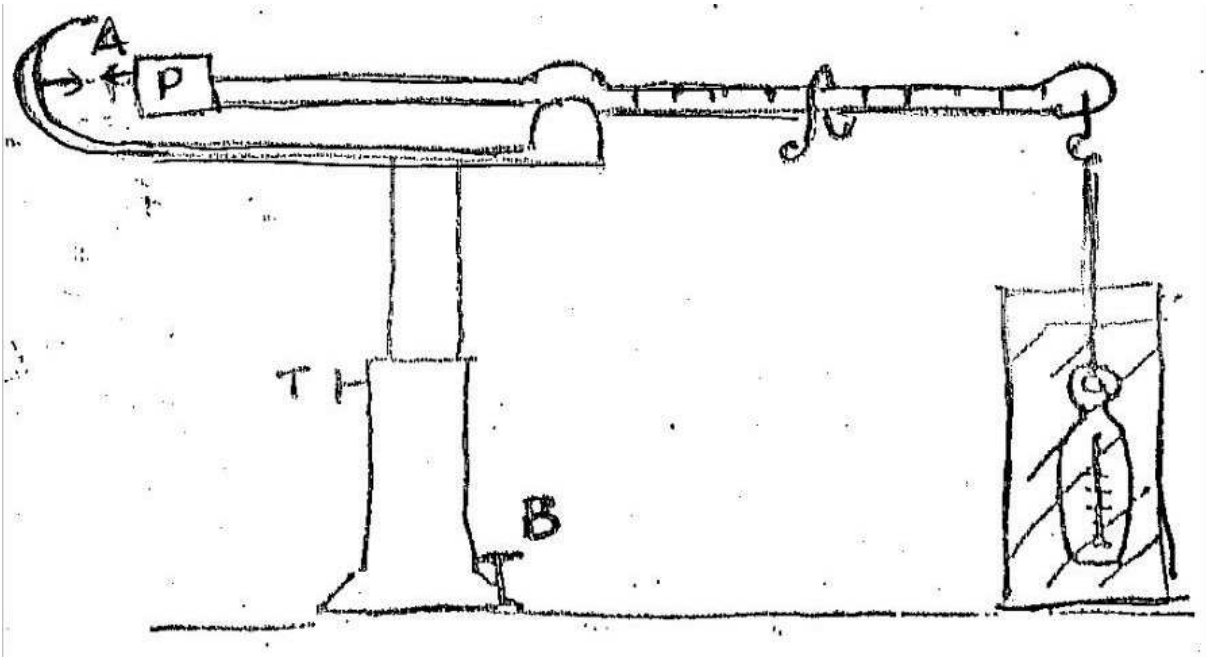

Figura 3: Esquema de la balanza de Mohr.
De esta manera, si utilizamos agua destilada como líquido 1, podremos obtener la densidad del líquido 2. Ver más detalles en el apéndice y figura 3.
Se trata de una balanza de brazos desiguales, que se utiliza para medir densidades de líquidos. El brazo corto termina en una masa compacta P (contrapeso, provista de una aguja que debe enfrentarse a otra fija al chasis, cuando la balanza está en equilibrio. Ver el esquema en la figura 3. Del extremo del brazo largo se cuelga un inmersor de vidrio, que tiene adentro un termómetro para medir la temperatura del líquido cuya densidad se determina. En este brazo hay marcadas nueve muescas numeradas de 1 a 9.
1. Montar la balanza y colgar el inmersor (limpio y seco) del gancho que hay en el extremo del brazo largo. La balanza debe quedar equilibrada. Si no es así, verificar si la balanza está bien nivelada. Una vez comprobado esto y si la misma sigue desbalanceada accionar el contrapeso P (ver figura 3) hasta balancearla.